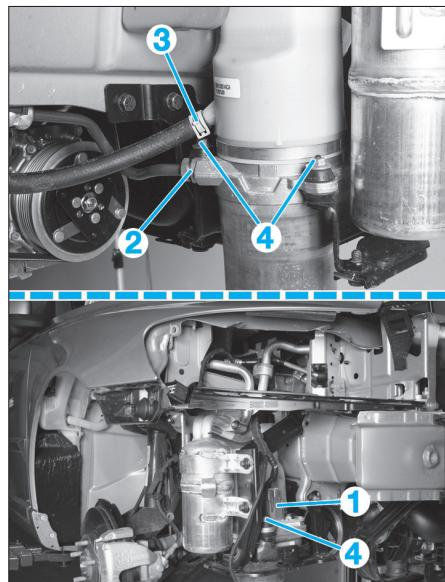

FIG. 12
- les connecteurs (1) de la pompe de direction assistée (Fig.12).
- Débrancher la canalisation de retour de boîtier de direction du réservoir de liquide de direction assistée (3) (Fig.12).